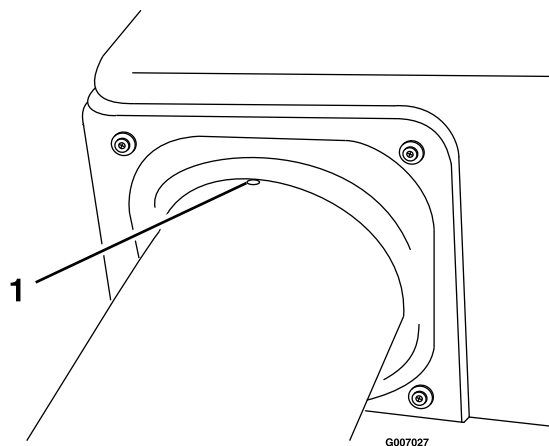

Figura 33
4. Alinhe a reentrância no tubo superior de forma igual entre os parafusos prendendo o vedante da tremonha à tremonha (Figura 33).
8. Certifique-se de que a reentrância de Figura 33 ainda se encontra no sítio.